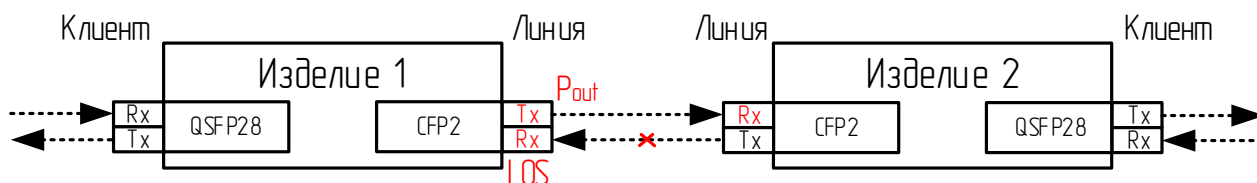

Рисунок 42 – Режим ALS с линии на линию
2.4.6.1 Отключение выходной оптической мощности в линию при отсутствии мощности на входе из линии (см. Рисунок 42). Установить для параметра *Ln1.ALS.Set* необходимое значение.